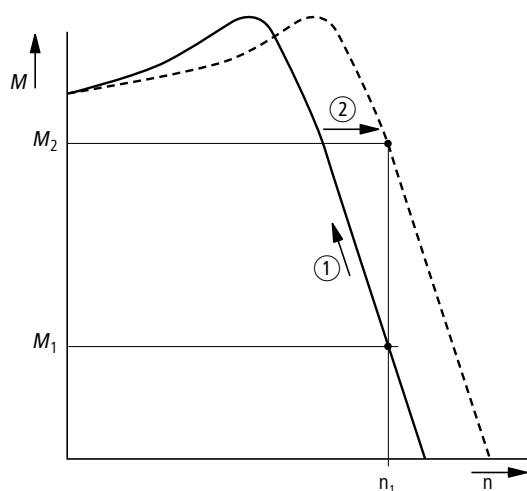

Figura 69: Comportamento del regime con compensazione dello slittamento
In tal modo si rappresenta in modo semplificato la diminuzione del numero di giri indotta dal momento di carico in aumento ①, compensata da un aumento della frequenza di uscita ② (→ Figura 69).